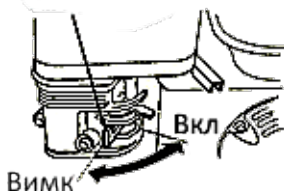

Рисунок 18
- 3) Переведіть паливний важіль в положення «Вимк» (рисунок 18).